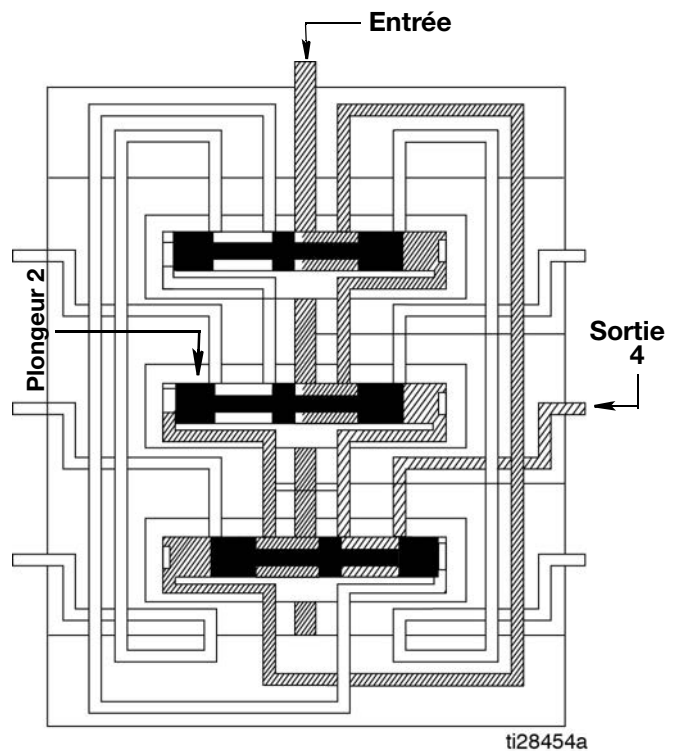

FIG. 11
2. Le plongeur 2 s'ouvre en fournissant du lubrifiant à la sortie 4 (Fig. 11).